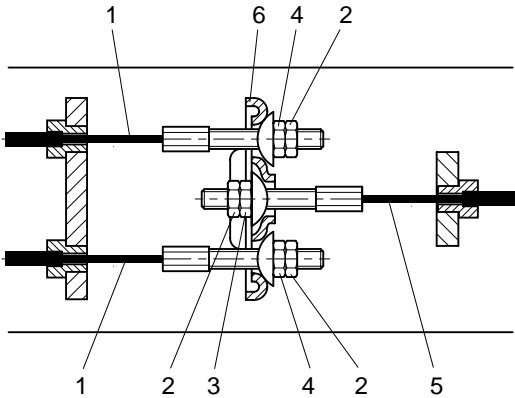
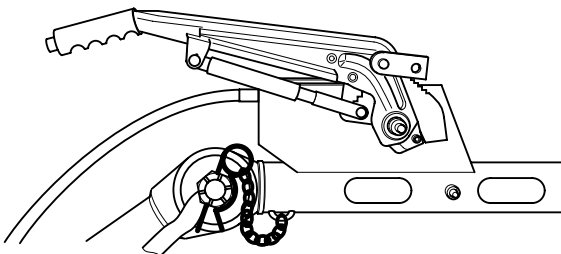

Fig. 5.6 Sistema del cable de freno
Fig. 5.7 Palanca del freno de mano hacia abajo - freno no activado
2. Desconecte los cables de freno (Fig. 5.6)
2. Con el anillo de remolque completamente hacia afuera y la palanca de freno de mano (Fig. 5.7) en posición hacia abajo, gire la tuerca de ajuste y las tuercas de ajuste del cable de freno (Fig. 5.6, 4) en el sentido de las agujas del reloj hasta que el mecanismo de freno no tenga más juego.
El ecualizador (Fig. 5.6, 6) debe permanecer perpendicular al cable de freno principal (Fig. 5.6, 5).